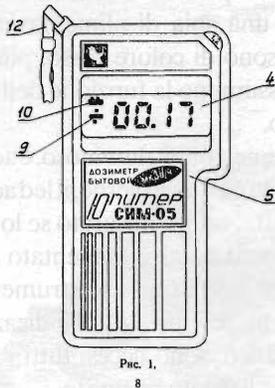

Рис. 1.
6.8. Расположение и назначение органов управления и индикации приведены на рис. 1, 2, 3.
**РАСПОЛОЖЕНИЕ И НАЗНАЧЕНИЕ ОРГАНОВ УПРАВЛЕНИЯ ДОЗИМЕТРА (рис. 1, 2, 3)**